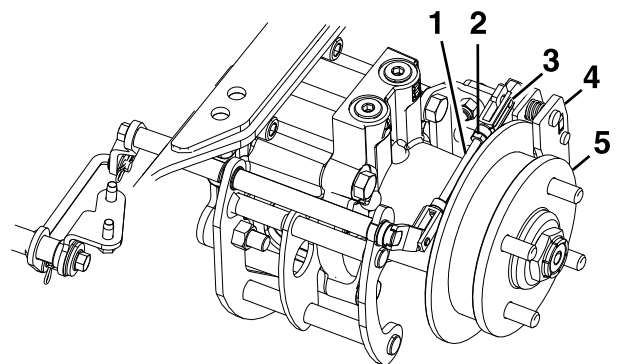

Figure 76
8. Retirez l'axe de chape élastique de la tringlerie arrière et de l'étrier (Figure 76).
12. Serrez l'écrou de blocage sur la tringlerie arrière (Figure 76).